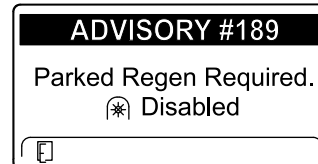

Figura 42
- Si usted no realiza una regeneración estacionaria en el plazo de 2 horas, el InfoCenter muestra el AVISO N° 189 – Regeneración estacionaria necesaria – Toma de fuerza deshabilitada (Figura 42).